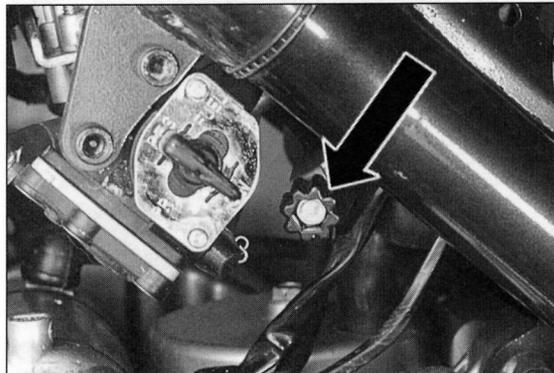

Bild 47
- Leerlaufdrehzahl durch Ein- oder Ausdrehen der Anschlagsschraube auf $1200 \pm 50/\text{min}$ (Bild 47) einstellen.